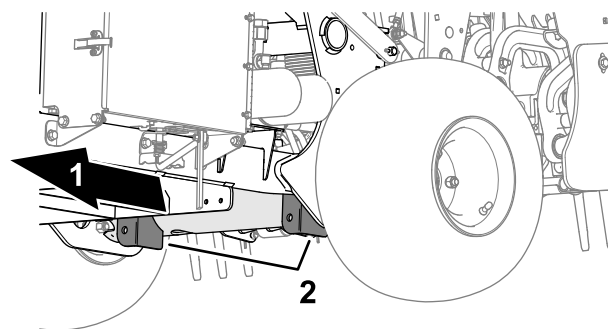

図 139
3. 後ホイールのすぐ内側にあるフレームプレートの下にジャッキを確実に置く 図 139。